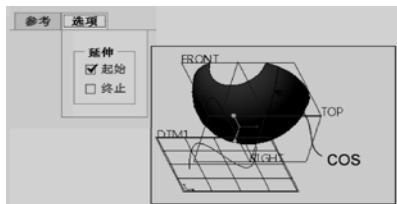

图 8-22 COS 起始点延伸到最接近的曲面边界
**说明:** 若在该范例中, 从“造型: 下降曲线”选项卡的“选项”面板中选择“起始”复选框, 那么最后得到的 COS 如图 8-22 所示。